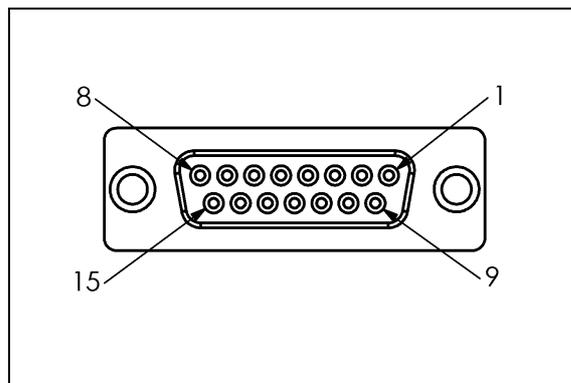

Fig. II.12 Conector 15 pines hembra para el palp. de aristas
**Distribución de los pines para palpador de aristas electrónico** (Ver Fig. II.12 para salida de pines)